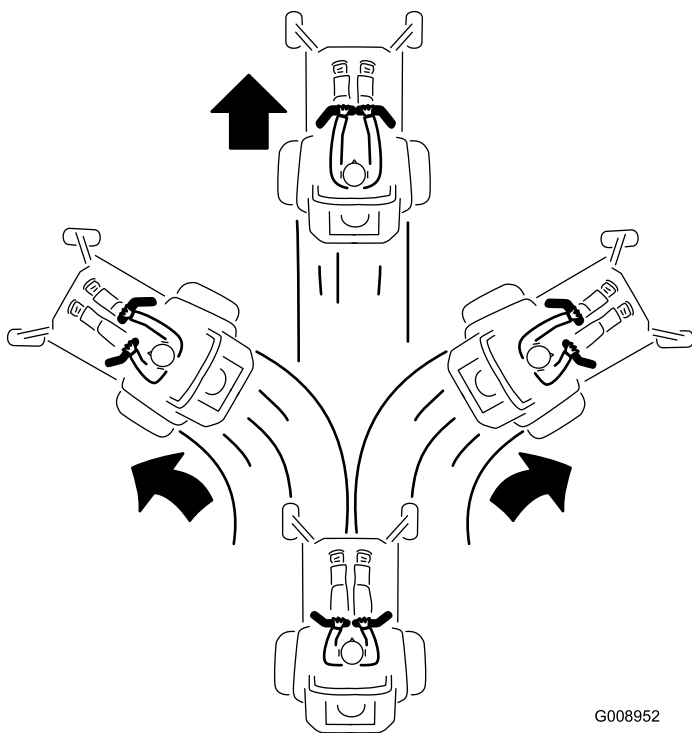

Figura 27
3. Per fare marcia avanti spingete lentamente in avanti le leve di controllo del movimento (Figura 27).